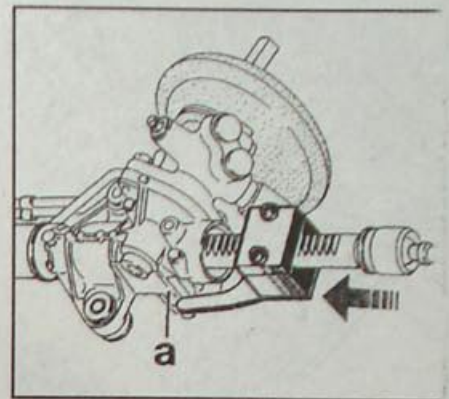

Рис. 9.16. Введение приспособления Dir. 1306-02 картер (а) рулевой передачи
- Поверните колеса так, чтобы ввести приспособление Dir. 1306-02 в картер (а, рис. 9.16) рулевого механизма.